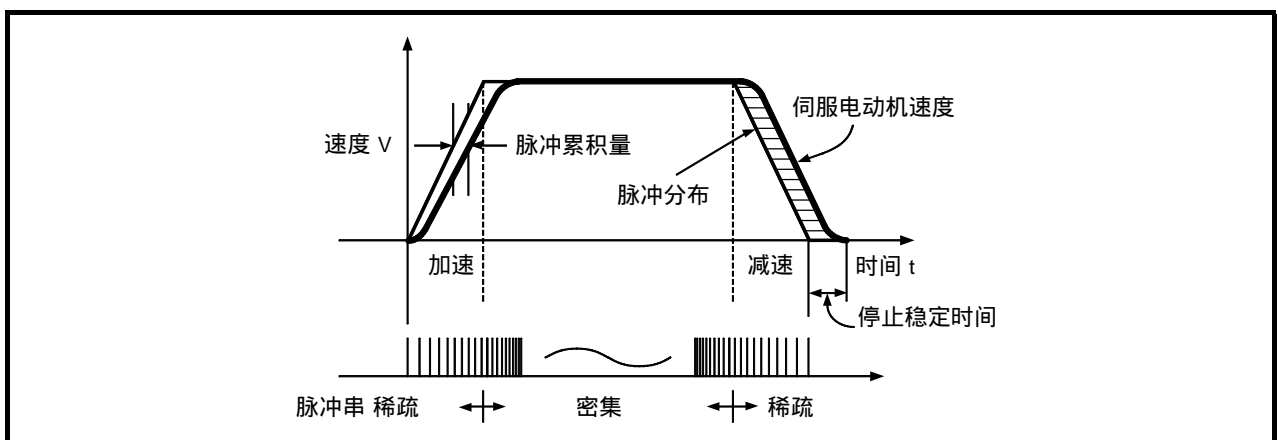

图 1.3 QD70 输出脉冲
- 1) 如图 1.3 所示，脉冲频率随着伺服电动机加速而增加。当电动机起动时，脉冲稀疏；当电动机速度接近目标速度时，脉冲较密集。